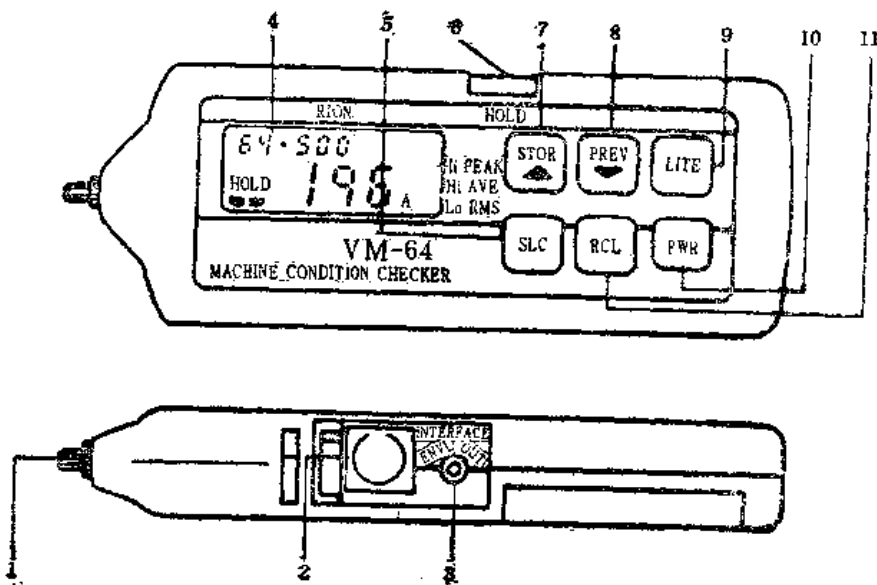

图19-2-2 VM-64机械状态检测仪的面板及按钮
(3) VM-64的面板及按钮 示于图 19-2-2, 各个按钮名称和功能如下: